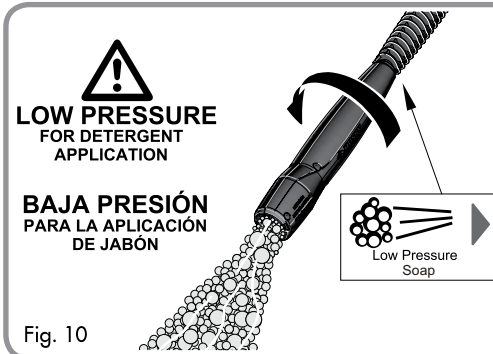

Fig. 10
1. Remove the tank cap (2) present on the back of the machine. (Fig. 10)
2. Fill the tank with suitable cleaning solution. Use only approved pressure washer cleaners. Do not use bleach, chlorine or any cleaners containing acids (Fig. 10).
1. Retire el tapón del estanque (1) que se encuentra en la parte trasera de la máquina (Fig. 10)
2. Llene los depósitos con la solución de limpieza adecuada. Utilice sólo agentes limpiadores para limpieza a presión homologados. No utilice lejía, cloro ni ningún limpiador que contenga ácido (Fig. 10).